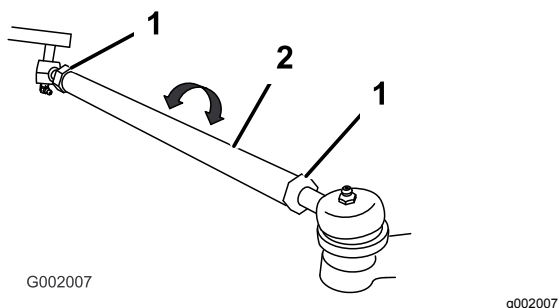

Figura 46
5. Se a medição obtida não corresponder aos valores especificados desaperte as porcas de segurança nas extremidades das barras transversais (Figura 46).